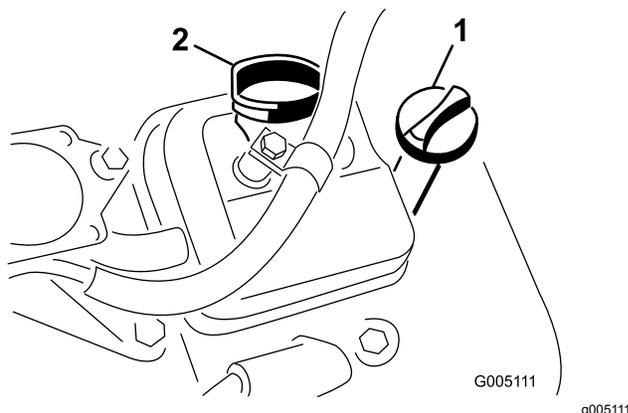

Рисунок 32
3. Вставьте и заверните масломерный щуп в трубку для щупа (Рисунок 32).